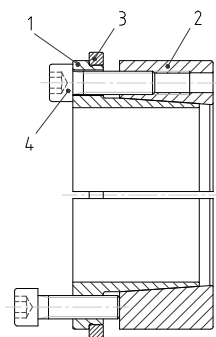

Fig. 1
(fig.1)
2. Allentare tutte le viti di almeno 2 giri e spostarne almeno 2 nei fori di estrazione dell'anello interno [1]. Serrare leggermente queste ultime, in modo da separare gli anelli per una più facile installazione del calettatore (fig.1).